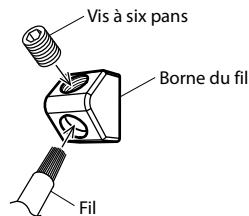

Fig. 9
- Serrez la vis avec une clé hexagonale (fournie) pour fixer le fil. (Fig. 9)